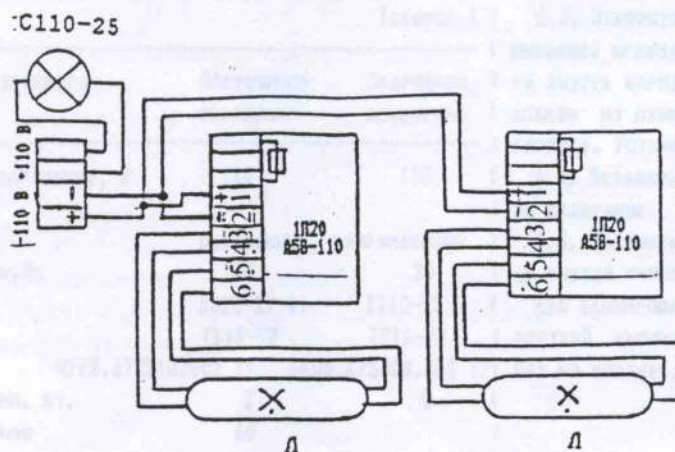

Рис. 4
2.4. Схема электрическая светильника указана на рис. 4.